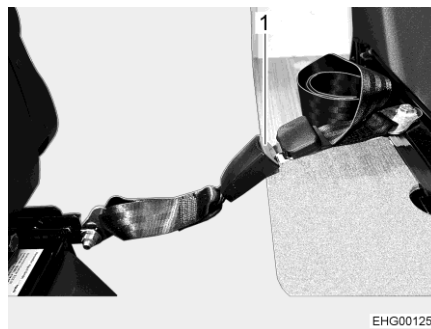
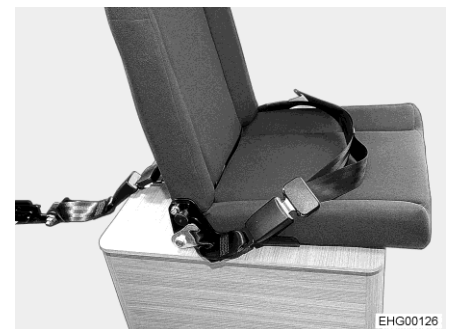

Fig. 33 Cintura di ritegno
Fig. 34 Sedile (montato e pronto)
- Infilare la cintura di ritegno (Fig. 33,1) nella sua chiusura. Il sedile aggiuntivo ora è pronto e montato (Fig. 34).